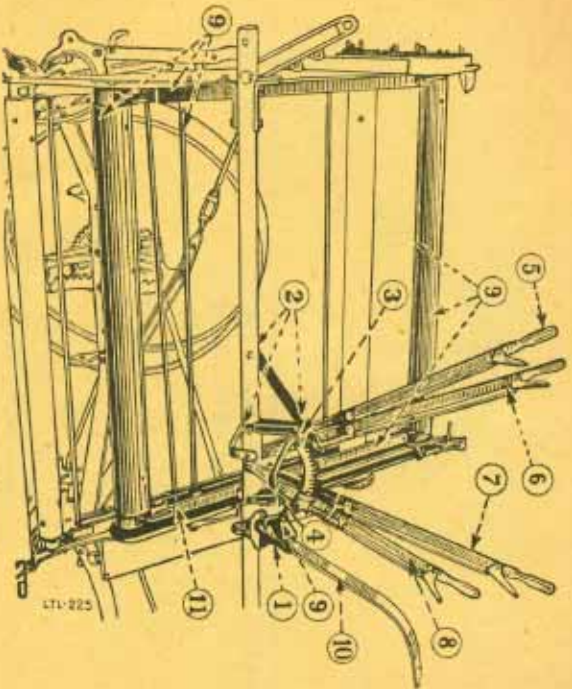

Bild 30
- Bild 30, Seite 28
2. Hebelquadrat am Sitzrohr anbringen. Mit der Verkantschraube im vorderen Loch, gleichzeitig den Halter für den Innenblecher befestigen. Unteres Ende der Quadrantstrebe links am Sitzrohr, wie Bild 30 zeigt, andrehen.
9. Den oberen Elevator komplett mit Führungen, Walzen und Verbindungsringen zusammen einsetzen, wie in Bild 30 dargestellt. Den Zapfen der vorderen Führung durch das geschlitzte Loch im Elevatorblech stecken, und die vordere Lagerbüchse der oberen Elevatorwalze in den Halter im Elevatorgetriebegehäuse einsetzen. Die einstellbare Verbindungsstrebe und die Sitzstange am Sitzfußsockel befestigen (die verschiedenen Löcher in der Sitzstange ermöglichen eine weitgehende Einstellung).
11. Die Tuchspannvorrichtung anbringen, wie Bild 30 zeigt.
6. Tuchendenführung (mit den gebogenen Enden nach oben) unter der Bindetischführung und unten an den Streben befestigen, wie Bild 30 zeigt.